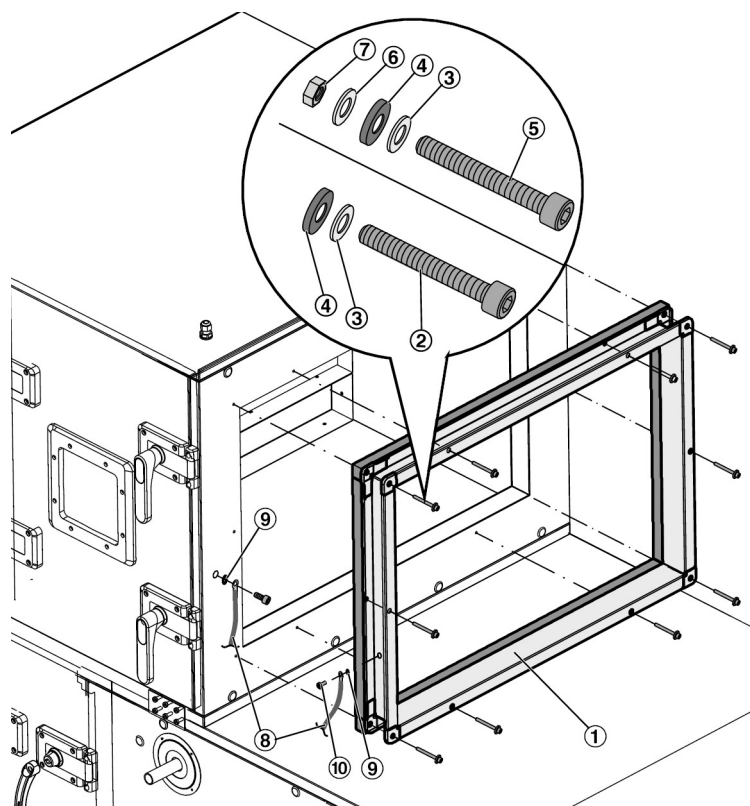

Abb. 19: Dämmstutzen montieren
②	Gewindefurchende Zylinderkopfschraube M6 × 40	A00000055910	A00000055911	–	–
③	Unterlegscheibe Ød 6,4	M332AA3	M333AA3	M332AA3	M333AA3
④	Gummidichtring 17 × 6,5 × 3	M338BD0
⑤	Zylinderkopfschraube M6 × 40	–	–	A00000018868	A00000056190
⑥	Unterlegscheibe Ød 6,4	–	–	M332AF9	M333AC3
⑦	Mutter M6	–	–	M332AD6	M323AA3
⑧	Erdungskabel	A00000026651
⑨	Fächerscheibe	M332KB4	A00000045194	M332KB4	A00000045194
⑩	Linsenkopfschraube M6 × 12	M852AC6
⑪	Zylinderkopfschraube M6 × 30	M852AC4
1. ▶ Dämmstutzen (Abb. 19 /1) mit Dichtung zum RLT-Gerät mit gewindefurchenden Schrauben (Abb. 19 /2) und Gummidichtringen (Abb. 19 /4) und Unterlegscheiben (Abb. 19 /3) befestigen.
Bei Montage an einer Jalousieklappe, den Dämmstutzen mit den im Lieferumfang enthaltenen Zylinderkopfschrauben (Abb. 19 /5) mit Gummidichtringen (Abb. 19 /4), Unterlegscheiben (Abb. 19 /3 und 6) und Muttern (Abb. 19 /7) befestigen.
- Die 1. Öse des Erdungskabels (Abb. 19 /8) mit einer Linsenkopfschraube M6 × 12 (Abb. 19 /10) und Fächerscheibe (Abb. 19 /9) am Dämmstutzen befestigen.
- Die 2. Öse des Erdungskabels mit Zylinderkopfschraube M6 × 30 (Abb. 19 /11) und Fächerscheibe durch das Panelblech am Gestell des RLT-Gerätes befestigen.